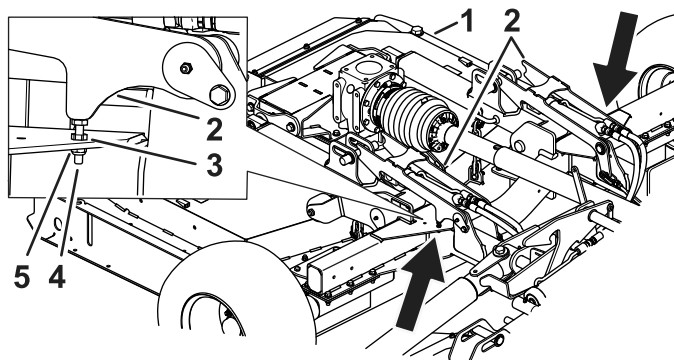

Рисунок 85
- Ослабьте контргайку (Рисунок 85).
- Поверните болт, уменьшив или увеличив его высоту, чтобы скорректировать расположение фиксатора деки и обеспечить зацепление со штифтами деки (Рисунок 85).
- После регулировки высоты болта затяните контргайку и гайку (Рисунок 85).